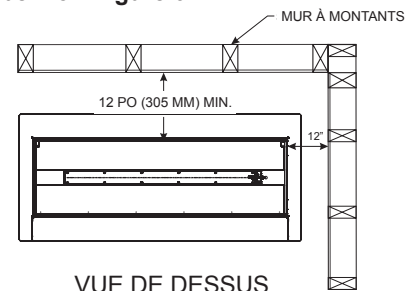

Figure 6
- Avec des parois sur tous les côtés, mais aucune couverture sur le dessus. **Voir Figure 6.**
AVIS : Pour l'installation avec un mur arrière et un mur latéral, consulter les **Figures 6 et 9**.